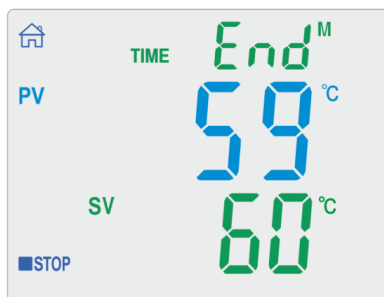

Рисунок 6
- 8.2.5. При работе по таймеру по истечении заданного времени нагрев отключается, на дисплее появляются символ ■STOP надпись «End» и подаётся звуковой сигнал (Рисунок 6).